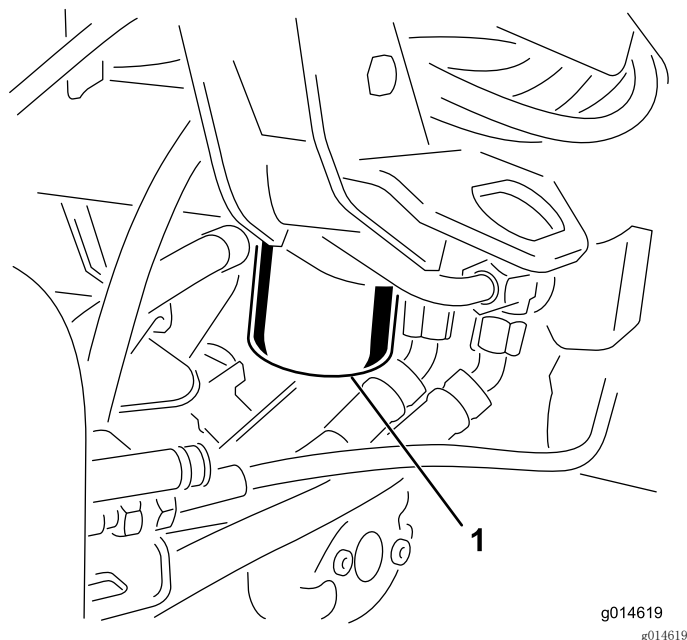

图41
1. 清洁过滤器安装区周围的区域 (图41)。在过滤器下面放置一个放油盘并拆下过滤器。